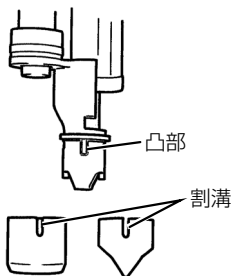

図 19
- 板金や石こうボードなど軟らかいものへの作業は、プッシュレバーの先端にノーズキャップ (A) を付けます。(図 19)
ノーズキャップはプッシュレバーに押し込むだけで取付けられます。ノーズキャップの割溝がプッシュレバーの凸部に合うように取付けてください。(図 19)